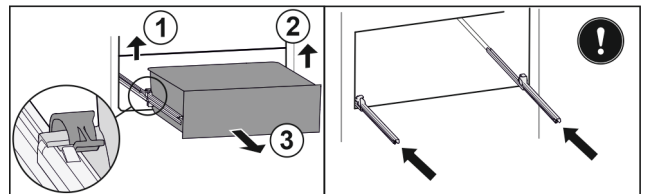

Fig. 96
- Linke Klemme anheben und gleichzeitig Schubfach links nach vorne ziehen. Fig. 96 (1)
- Rechte Klemme anheben und gleichzeitig Schubfach rechts nach vorne ziehen. Fig. 96 (2)
- Schubfach nach vorne entnehmen. Fig. 96 (3)